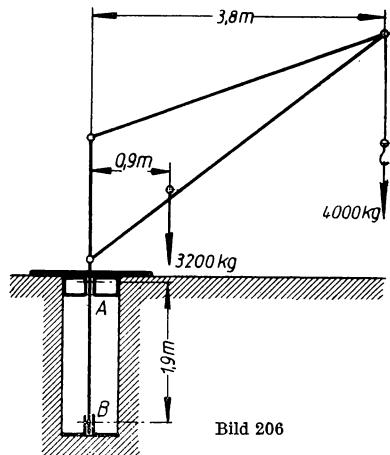

Bild 206
- 332.** Bei dem Schacht-Drehkran (Bild 206) wird die drehbare Säule in den Lagern A und B in einem Fundamentschacht geführt. Nutzlast 4000 kg in 3,8 m Ausladung; Eigengewicht 3200 kg in 0,9 m Ausladung. a) Welchen Abstand von der Drehachse hat die Mittelkraft der beiden gegebenen Lasten? Die zeichnerische Lösung ist durch Rechnung nachzuprüfen. b) Die Auflagerdrücke A und B sind zeichnerisch und rechnerisch zu bestimmen (ähnlich Aufgabe 316).